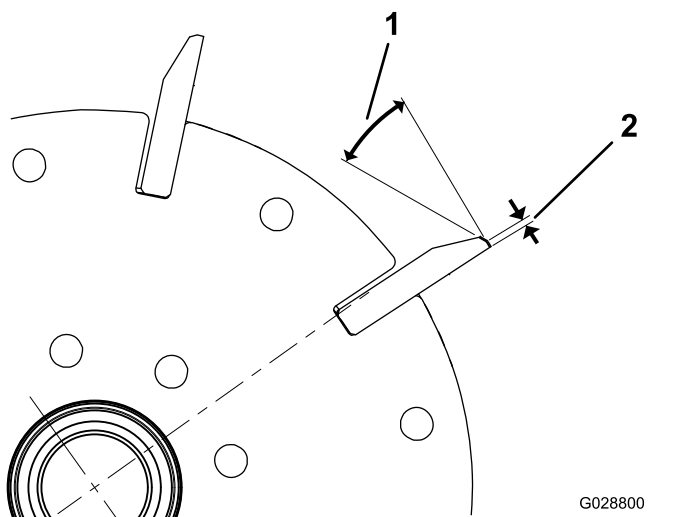

Figura 23
1. Applicate un angolo di spoglia di 30° su tutte le lame del cilindro fino a quando la larghezza della superficie non è pari a 1,3 mm (Figura 23).